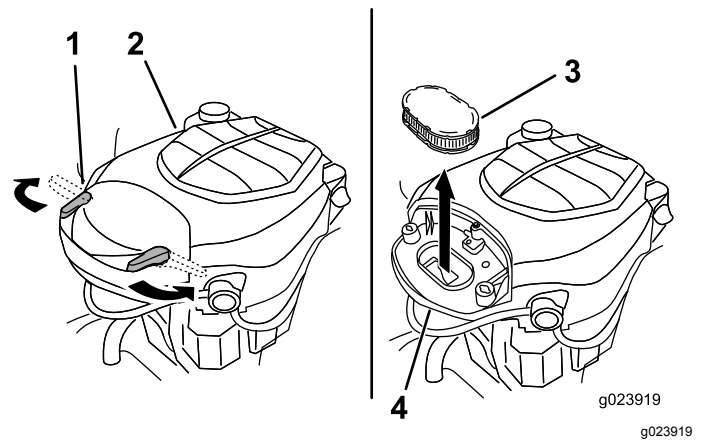

Figura 30
2. Retire la tapa para tener acceso al elemento del limpiador de aire (Figura 30).
6. Instale la tapa y sujétela con los enganches (Figura 30).